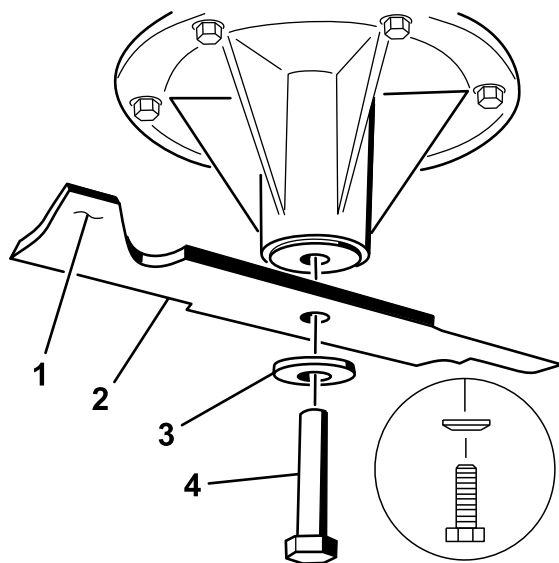

Figura 82
1. Instale la cuchilla en el eje (Figura 82).
2. Instale la arandela de muelle y el perno de la cuchilla. El cono de la arandela de muelle debe estar orientado hacia la cabeza del perno (Figura 82). Apriete el perno de la cuchilla a 115-150 Nm (85 –110 pies-libra).